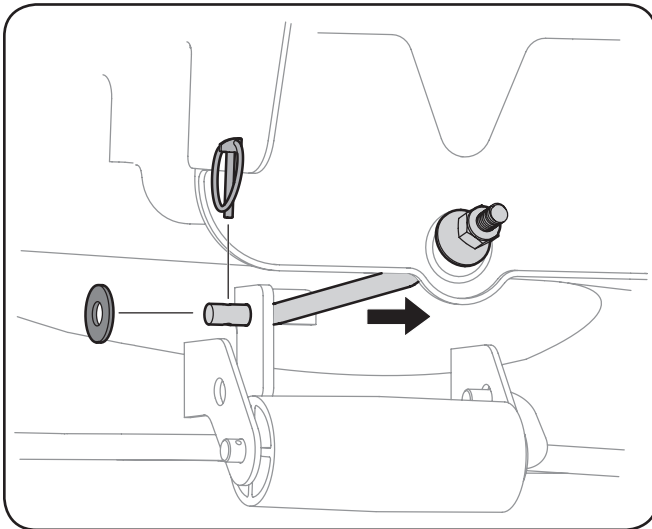

Figure 7-4
9. Retirez la goupille fendue et la rondelle plate de la barre stabilisatrice. Faites glisser la barre stabilisatrice hors du support de relevage du plateau. Voir Figure 7-4.